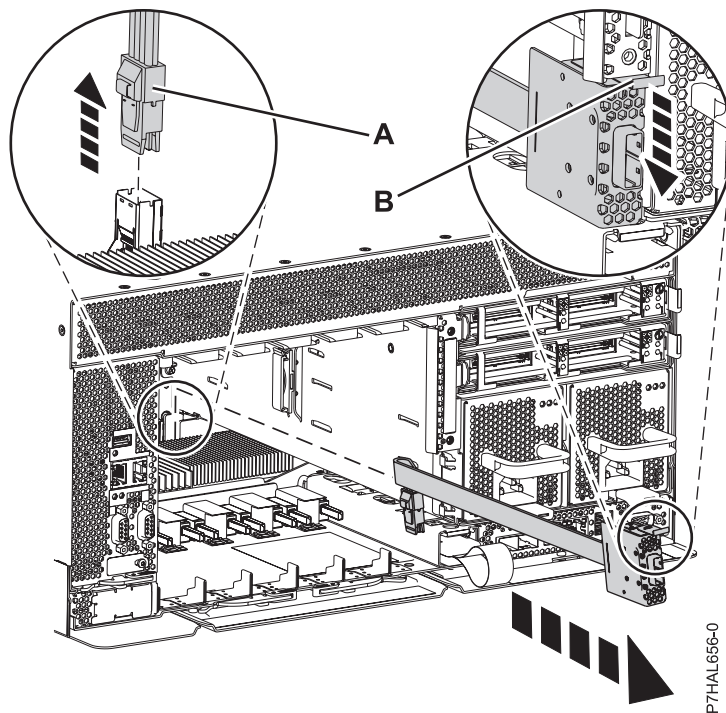

Figura 50. Extracció del cable SAS
4. Premeu la pestanya lateral i traieu el protector SAS (A) del port de connexió SAS a la placa posterior del sistema, com es mostra a la Figura 50.
5. Premeu el port SAS extern (B) i, aleshores, traieu el cable SAS del sistema.